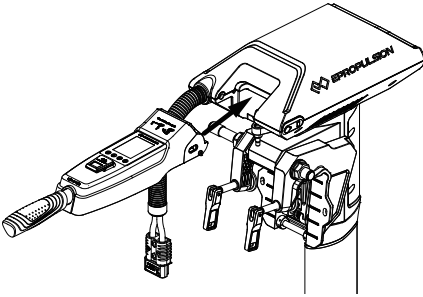

Abbildung 2-4
1. Bringen Sie die Pinne an der Maschine an (Abbildung 2-4).